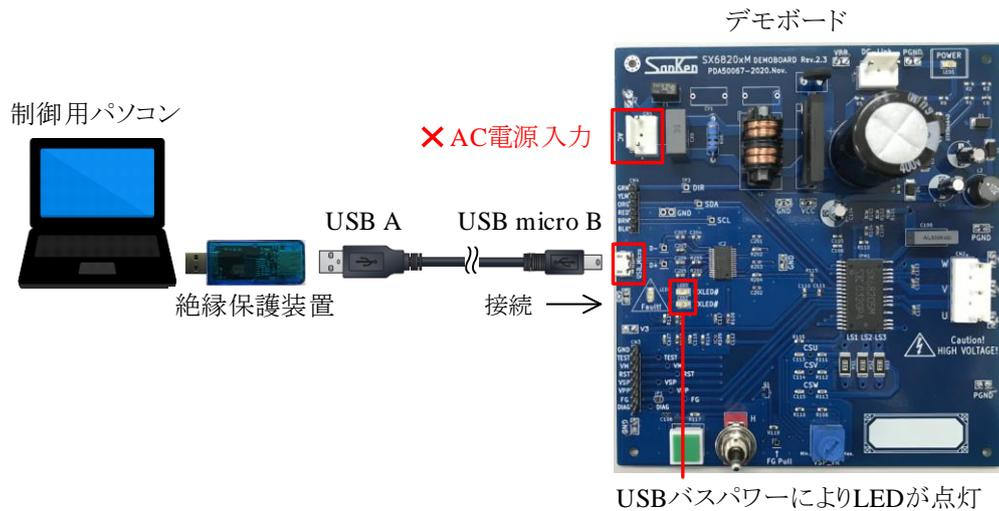

図 2-3 USB ケーブルでの接続
- 2) 絶縁保護装置とデモボードを、USB ケーブル（図 2-3 参照）か FTDI ケーブル（図 2-4 参照）で接続する